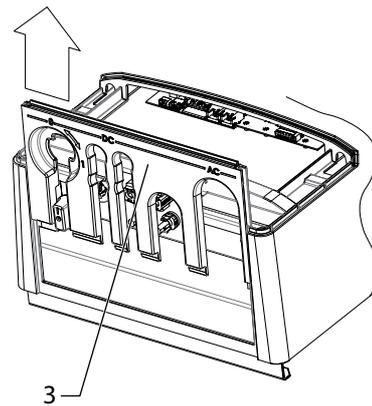

Bild 11: Schieber entfernen
- Variante 2: Schieber entfernen. (Siehe Bild 11 auf Seite 18)